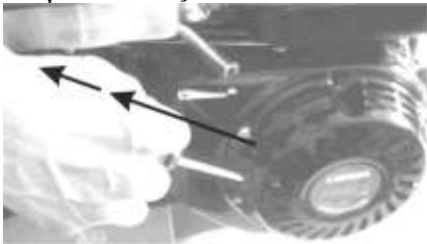

Fig. 38
10. Trageți ușor mânerul de pornire până simțiți rezistență, apoi trageți brusc de el. Vezi Fig.38